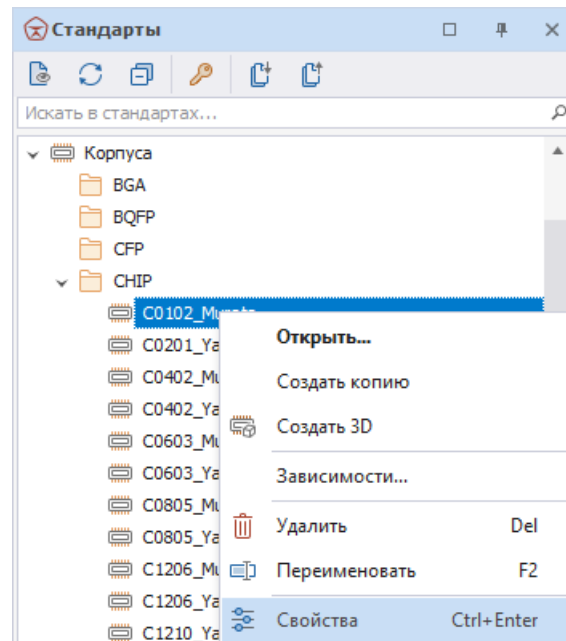

Рис. 92 Просмотр свойств корпуса
2. Вызовите контекстное меню и выберите пункт «Свойства», либо воспользуйтесь горячей клавишей Ctrl+Enter, см. Рис. 92.